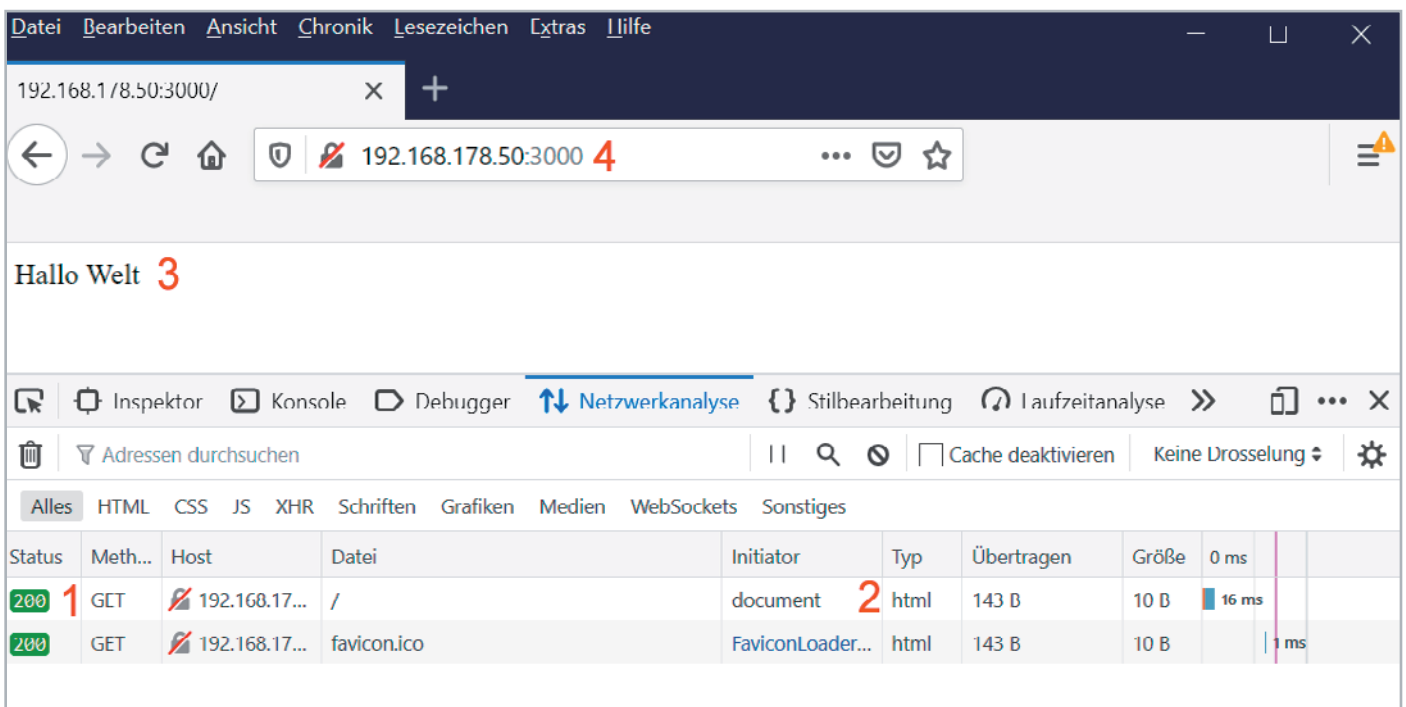

Bild 1: Netzwerkanalyse im Browser Firefox
Die Kommunikation, die im Hintergrund abläuft, kann man sich im Browser anschauen, was sich beispielsweise auch für die Fehlersuche empfiehlt. Dazu kann man in Firefox die Taste F12 drücken (alternativ die Webentwickler-Tools im Hamburger-Menü auswählen). Im Bereich Netzwerkanalyse (Bild 1) sieht man dann den Status-Code 200 ❶, den man dem Browser übergeben hat, den Content-Type ❷, den Text ❸ und den Port ❹.